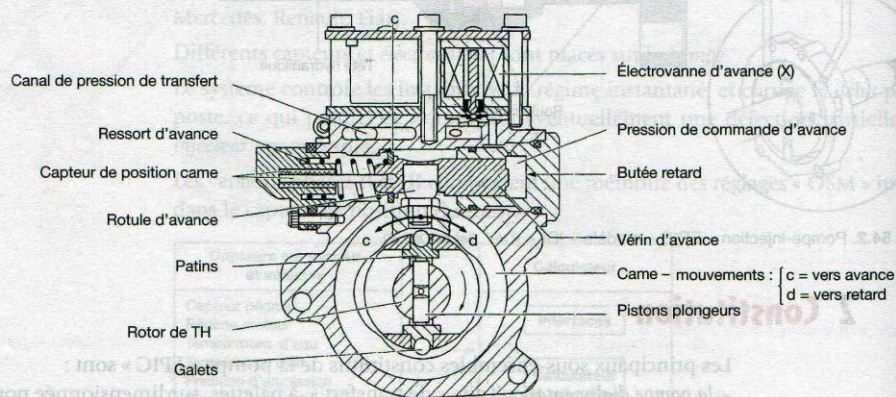
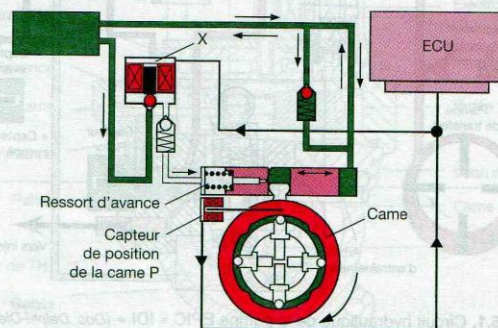

Figure 54.5. Gestion du point d'injection sur pompe « EPIC » phase 1 « IDI » (Doc. Mercedes-Benz)
Figure 55.3. Système de gestion du point d'injection sur pompe « EPIC » (Doc. Ford)
- le système d'avance, commandé par une électrovanne, muni d'une détection de position par un capteur (fig. 54.5) ;
- l'électrovalve de point d'injection (fig. 54.5) assurant la commande de la pression vers le vérin d'avance ;
La gestion du développement de l'avance est assurée par l'unité centrale électronique (fig. 55.3) par l'intermédiaire d'une électrovalve (X) (fig. 54.5).
L'information de la position moteur est fournie par un capteur (fig. 55.4) et des repères sur le volant moteur, tandis que la position réelle du vérin d'avance est détectée par le capteur de position (P) (fig. 55.3).